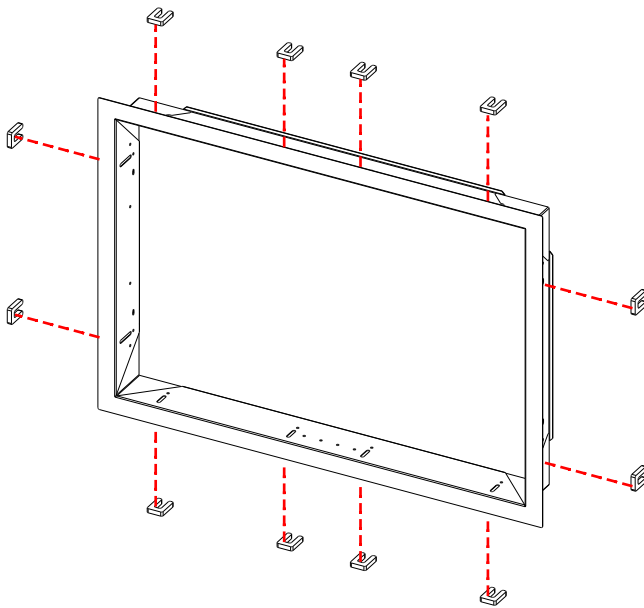

Abb. V.1
1. Befestige die Distanzplatten außen auf dem Rahmen. Achte darauf, dass die Distanzplatten mittig über dem Langloch liegen (siehe Abb.V.1). Nutze Klebeband, um die Distanzplatten zu fixieren. So erleichterst du dir das einsetzen.